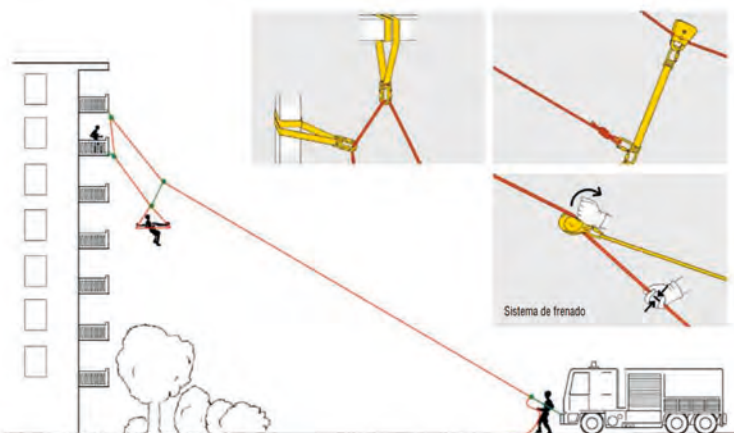

Imagen 56. Control desde abajo
- El guiado se puede realizar desde abajo (viento) o colocando una cinta con mosquetón en la cuerda que va al reenvío. (Ver imagen 56)